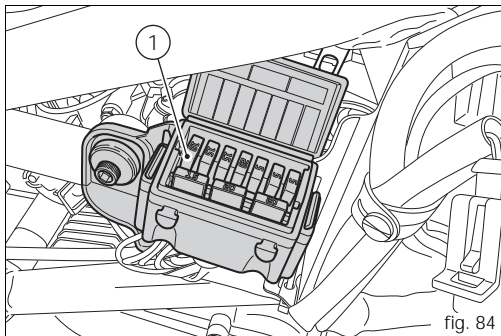
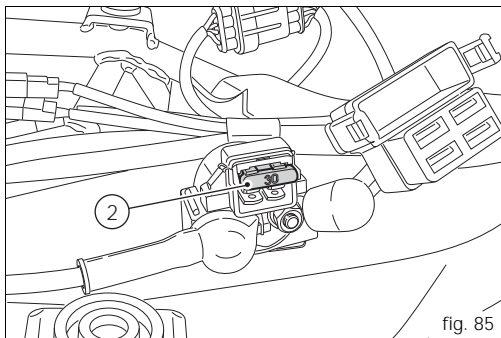

fig. 84
fig. 85
La boîte à fusibles principale (1, fig. 84) se trouve sous le cache latéral droit (voir page 68). Pour avoir accès aux fusibles, il faut enlever le capuchon de protection. Outre la boîte à fusibles, il y a le fusible Master (2) placé sur le solénoïde dans la zone dessous-de-selle devant la batterie. Pour accéder aux fusibles (2, fig. 85), il faut retirer le capuchon de protection correspondant.